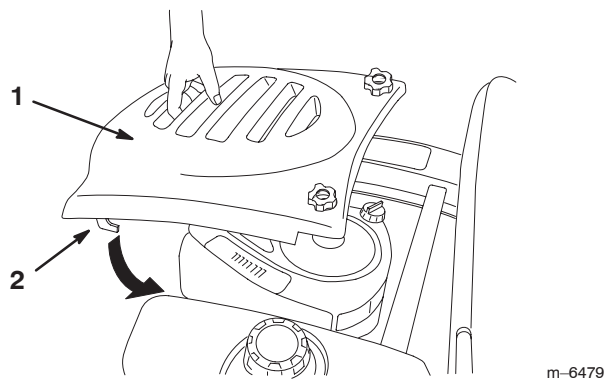

Figure 16
2. Pour mettre le capot en place, engagez les crochets dans les fentes et poussez le capot en avant (Fig. 16).